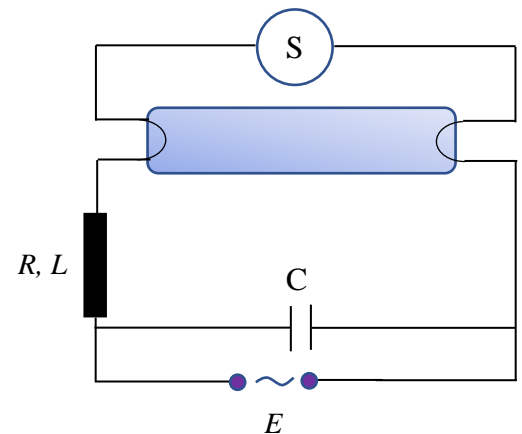

Fig. 2
- c) Valoarea scăzută a factorului de putere a condus în timp la luarea de măsuri tehnice pentru reducerea puterii reactive. În cazul montajelor cu balast inductiv, se conectează un condensator ca în Fig. 2. Presupunând că acesta este ideal și că rezistența electrică a lămpii rămâne aceeași, determină expresia matematică care dă valoarea capacității condensatorului pentru ca factorul de putere să fie maxim posibil și calculează valoarea ei numerică. Cât va fi curentul total care este furnizat de sursă în acest caz? Puterea activă solicitată de montaj de la sursa de alimentare rămâne aceeași ca cea calculată la a).